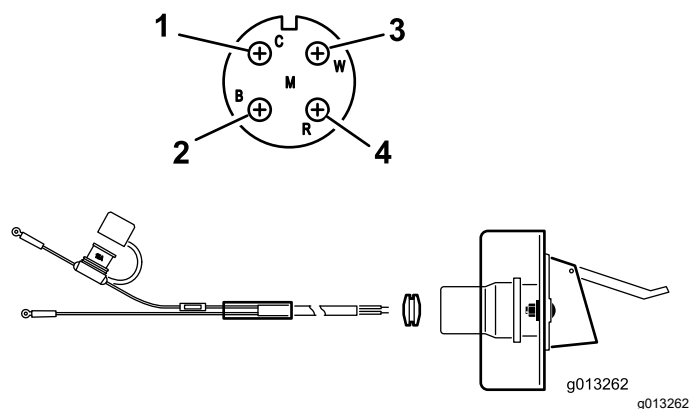

Figura 9
2. Poziționezi și fixezi cablurile electrice de la baterie la suportul mufei de alimentare electrică (Figura 9).
- Treceți cablajul prin suportul mufei de alimentare și montați manonul de cauciuc negru peste cablaj (Figura 9).